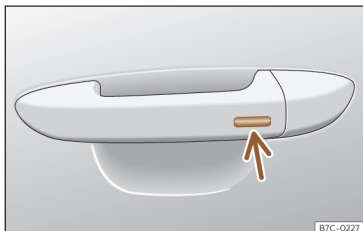

Fig. 62 Poignée de la porte : surface sensible.
- **OU** : à l'aide du système Keyless Access (verrouillage uniquement) : Appuyez un doigt pendant quelques secondes sur la surface sensible de verrouillage >>> fig. 62 (flèche) de la poignée de porte jusqu'à ce que les vitres et le toit ouvrant se ferment. Si vous cessez de toucher la surface sensible, la fonction d'ouverture/fermeture s'interrompt.
Appuyez un doigt pendant quelques secondes sur la surface sensible de verrouillage >>> **fig. 62** (flèche) de la poignée de porte jusqu'à ce que le toit ouvrant se ferme. Si vous cessez de toucher la surface sensible, la fonction d'ouverture/fermeture s'interrompt.